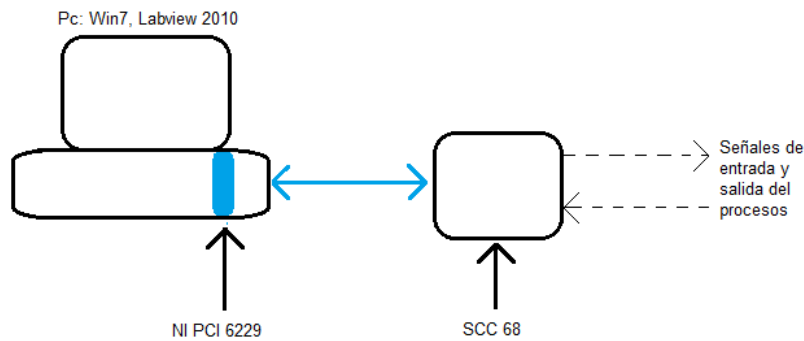

Figura 3. DAQ Bancos PCT 14, PCT 13
- En el Área de procesos, para los bancos de medición y control precisión-flujo neumático (PCT 14) y temperatura (PCT 13): computador personal -PC con sistema operativo Windows XP, el programa desarrollador de aplicaciones labVIEW™ 2010, la tarjeta NI PCI 6229 Incrustada en el computador y la bornera exterior SCC 68 (figura 3)